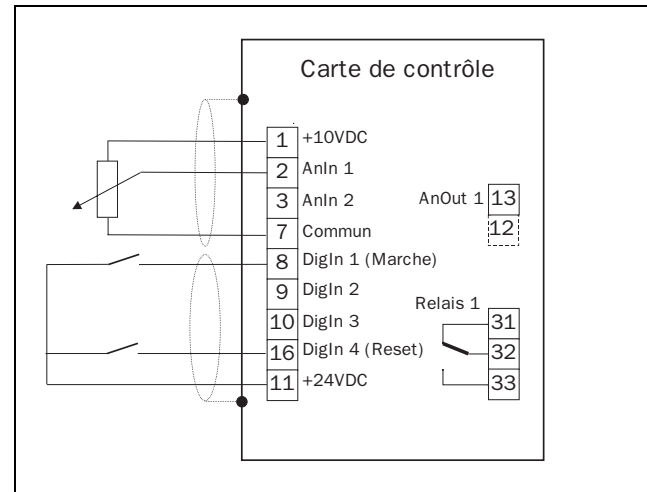

Fig. 2 Câblage de contrôle minimum
- Pour faire marcher le moteur, Il doit exister une valeur de référence et une commande de démarrage présente. Voir aussi Fig. 2.
Fig. 2 montre le câblage de contrôle minimum nécessaire pour démarrer. L'entrée AnIn1 est utilisée avec un potentiomètre 2 k Ω Une commande Marche peut être donnée sur les entrées (DigIn1) pour démarrer le convertisseur. Le potentiomètre va fonctionner comme une référence de fréquence (défaut).